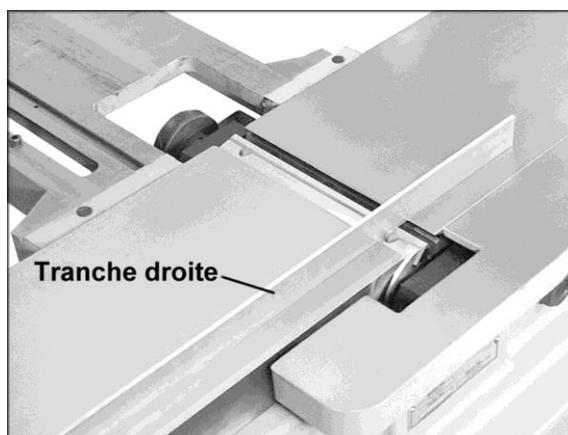

Figure 19
5. Placez une règle plate graduée en travers l'avant de la table de sortie et qui dépasse la table d'alimentation. Voir Figure 19.